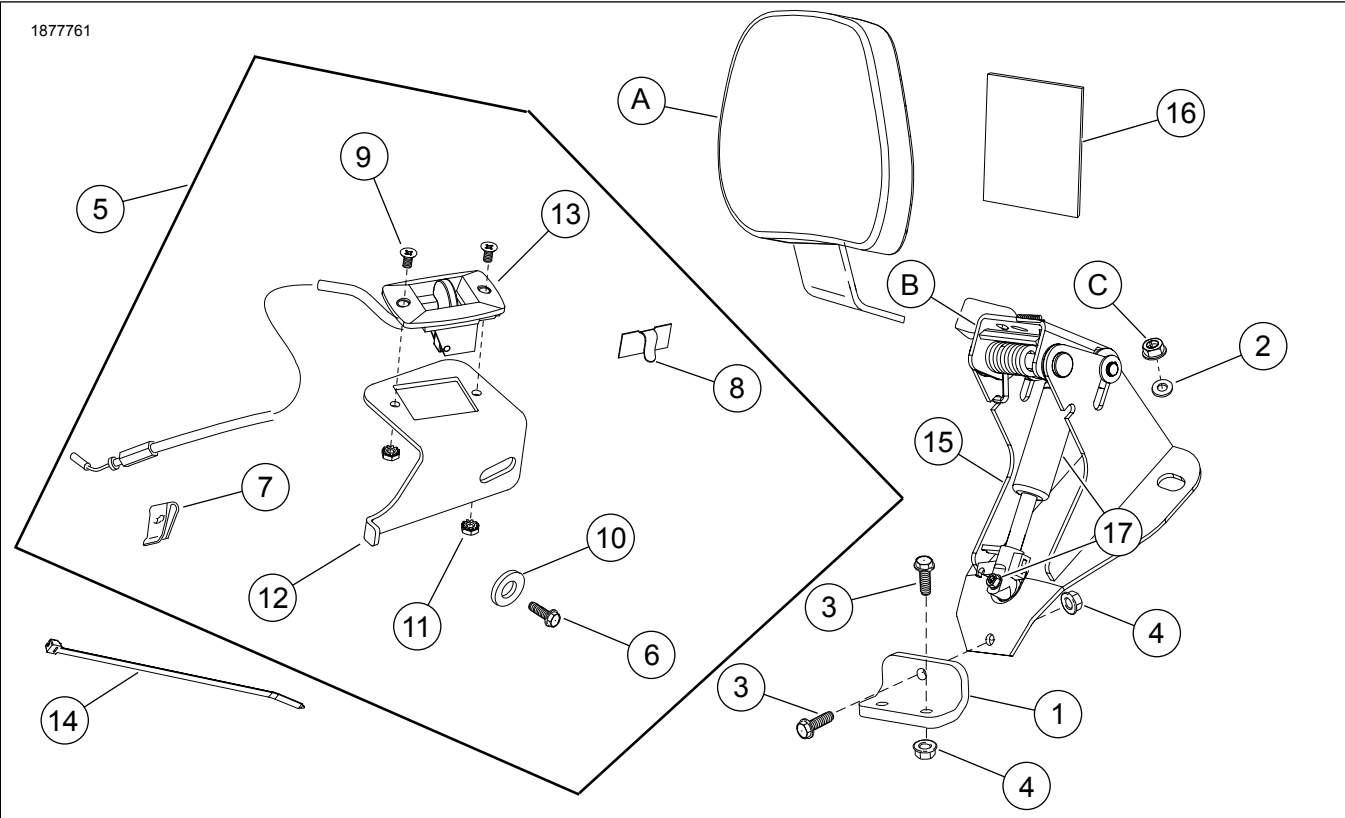
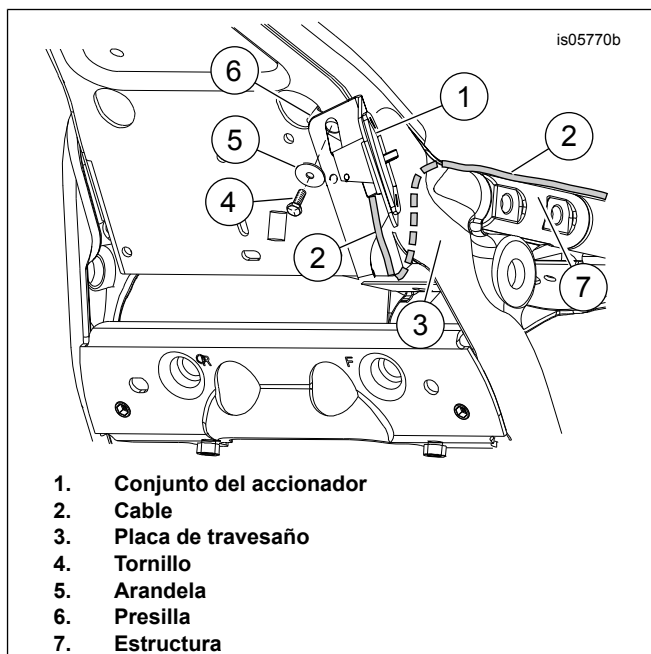

Figura 1. Contenido del kit: Kit de elementos de sujeción de montaje del respaldo ajustable del conductor FL
Figura 8. Instale el conjunto del accionador
9. Vea Figura 1. Instale el mango del accionador (13) con el cable a la pieza de soporte del mango del accionador (12) para que el cable apunte hacia abajo cuando se instale.
10. Asegure con tornillos (9) y arandelas (11).
11. **Modelos sin el deflector de aire montado en medio de la estructura:** Consulte Figura 8.
a. Deslice el lado plano del conjunto del accionador (1) detrás de los cables de las bujías.
c. Asegure con tornillo (4) y arandela (5). Ajuste.
14. Vea Figura 1 . Instale la guía de cables (8) en el soporte.